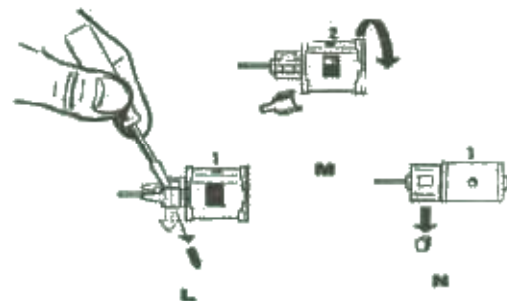

Abb. 4
**Motorbürsten auswechseln (Abb. 4)**